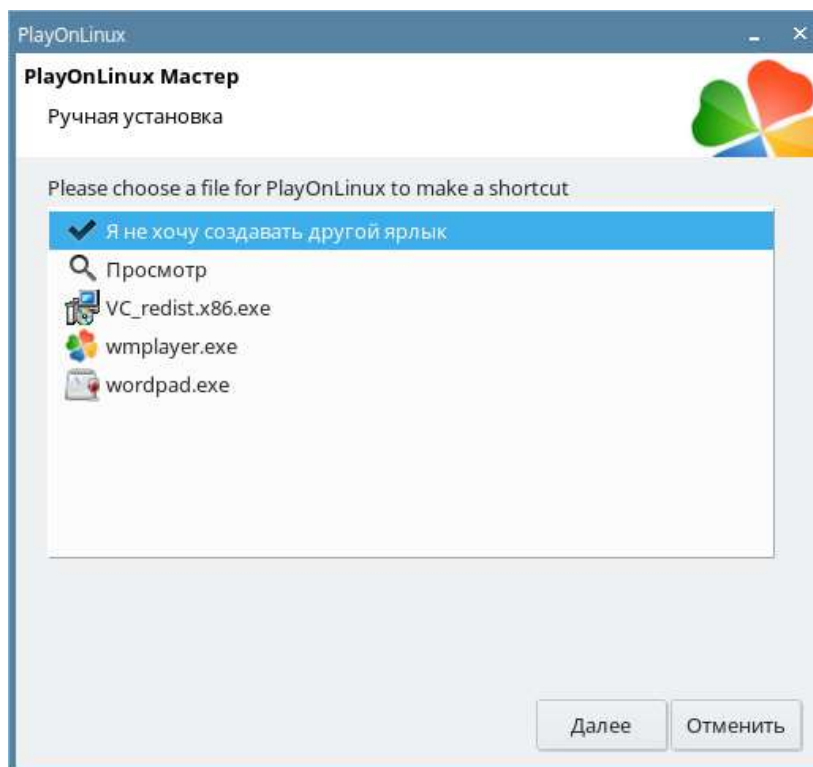

Рис. 9.45 Завершение выбора ярлыка
22. Выберите пункт «Я не хочу создавать другой ярлык» и нажмите на кнопку «Далее» (Рис. 9.45).